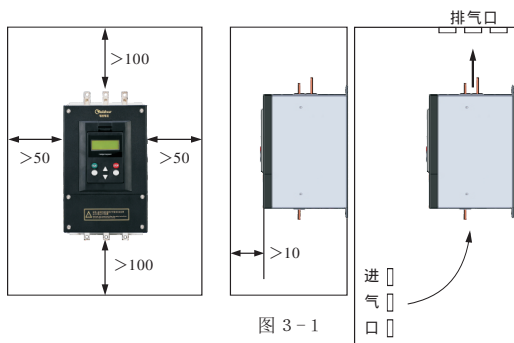

图 3-1
- 软起动器运行时会产生热量，为确保空气的疏通，应如下图 3-1 所示，设计时留一定的空间。